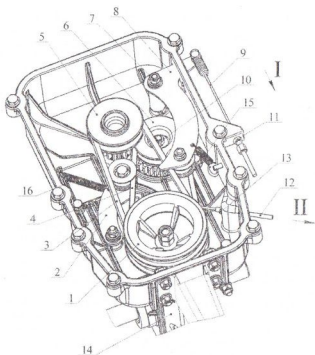
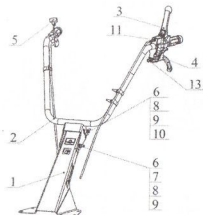

Рисунок 4 – Схема сцепления мотокультиватора МК-1.
Рисунок 5 – Рулевое управление.
Сцепление (рисунок 4) предназначено для передачи крутящего момента от коленчатого вала двигателя к редуктору 14 и состоит из: шкива ведомого 1; рычага обратного (заднего) хода 2; ремня переднего хода 3; ремня заднего хода 4; шкива ведущего 5; шкива заднего хода 6; рычага сцепления 8; троса переднего хода 9; гаск регулировки натяжения переднего хода 11; троса заднего хода 12; гаск регулировки натяжения заднего хода 13 и крепежа.
При нажатии на ручку переднего хода 3 (рисунок 5), трос переднего хода 9 (рисунок 4) тянет на себя по стрелке I рычаг сцепления 8. Установленный на рычаге сцепления 8 натяжной ролик, перемещаясь вместе с рычагом сцепления, создает необходимое натяжение ремня переднего хода 3, который передает вращение от шкива ведущего 5 шкиву ведомому 1.
При нажатии на ручку заднего хода 4 (рисунок 5), трос заднего хода 12 (рисунок 4) тянет на себя по стрелке II рычаг обратного хода 2. Установленный на рычаге обратного хода 2 натяжной ролик, перемещаясь вместе с рычагом обратного хода 2, создает необходимое натяжение ремня заднего хода 4, который передает вращение от шкива заднего хода 6 шкиву ведомому 1 в обратном направлении. Вращение шкиву заднего хода 6 передается от шкива ведущего 5 с помощью зубчатой передачи.
Органы управления состоят: из рулевой колонки 1 (рисунок 5), руля 2, рычагов переднего хода 3 и заднего хода 4, стартового ускорителя (рычага газа) 5.
На левой ручке руля сверху установлена ручка переднего хода 3 (рисунок 5), которая через трос 9 (рисунок 4) соединяется с рычагом сцепления 8; снизу установлена ручка заднего хода 4 (рисунок 5), которая, в свою очередь, через трос 12 (рисунок 4) соединяется с рычагом обратного хода 2.
Сцепление ведет, т.е. при не выжатой ручке переднего хода 3(рисунок 5) происходит вращение фрез при установленном на землю мотокультиваторе. Необходимо ослабить натяжение ремня заднего хода 4(рисунок 4) за счет регулировки натяжения троса переднего хода 9 ослаблением его в местах крепления на ручке переднего хода 3 (рисунок 5) и поддоне с помощью регулировочных гаек 11.
Регулировка ремня заднего хода 4 осуществляется за счет натяжения (ослабления) троса заднего хода 12 в местах крепления его к ручке заднего хода 4 (рисунок 5) и к рычагу обратного хода 2 (рисунок 4) с помощью регулировочных гаек 13. Натяжение ремня происходит за счет натяжения троса заднего хода – по стрелке II (рисунок 4); ослабление ремня – за счет ослабления троса против стрелки II (рисунок 4).
6.2.3 Плавно нажмите на рычаг переднего хода 3 (рисунок 5) для начала осуществления движения.
6.3.2 Плавно нажмите на рычаг заднего хода 4 (рисунок 5). Для прекращения перемещения задним ходом отпустите удерживаемый рычаг заднего хода.